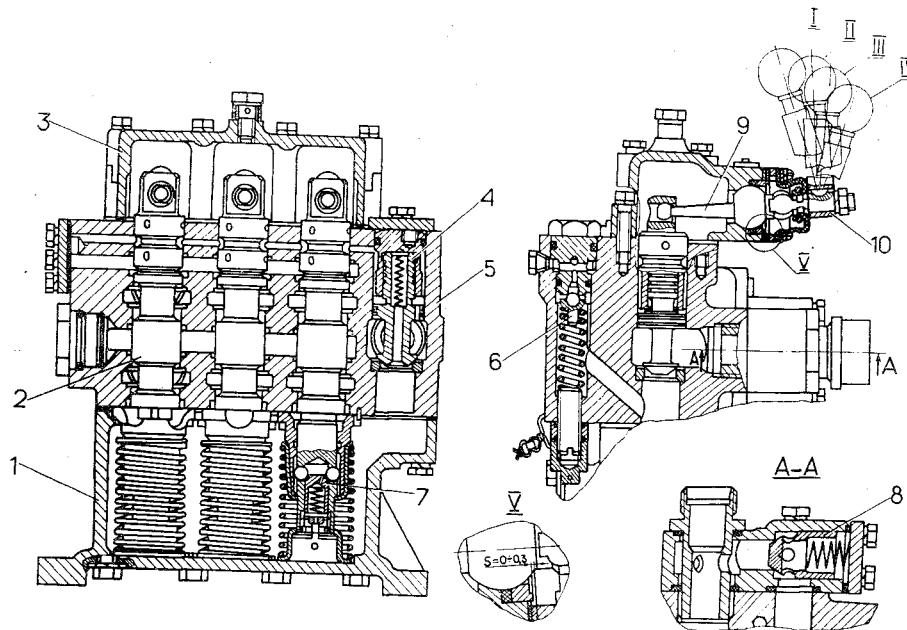

Рис. 48. Гидрораспределитель:
**Гидрораспределитель Р160** (рис. 48) предназначен для управления потоком рабочей жидкости в гидравлической системе и распределения ее между различными группами гидроцилиндров. Он состоит из распределительного, перепускного и предохранительного устройств. Распределительное устройство состоит из трех золотников, каждый из которых, независимо от других, определяет четыре рабочих положения соответствующей группы гидроцилиндров, например; для гидроцилиндров заднего механизма навески — ОПУСКАНИЕ, НЕЙТРАЛЬНОЕ, ПОДЪЕМ, ПЛАВАЮЩЕЕ, причем положения НЕЙТРАЛЬНОЕ и ПЛАВАЮЩЕЕ — фиксированные.